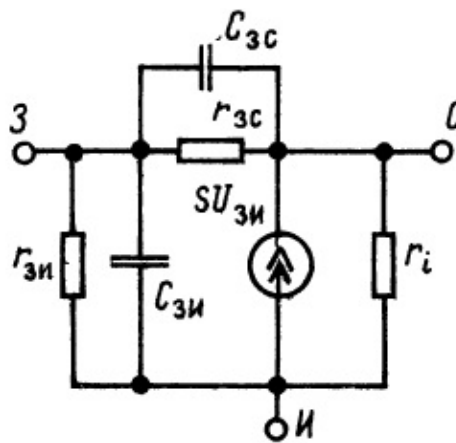

Рис. 2.54. Эквивалентная схема полевого транзистора
2. Эквивалентная схема полевого транзистора показана на рис. 2.54.